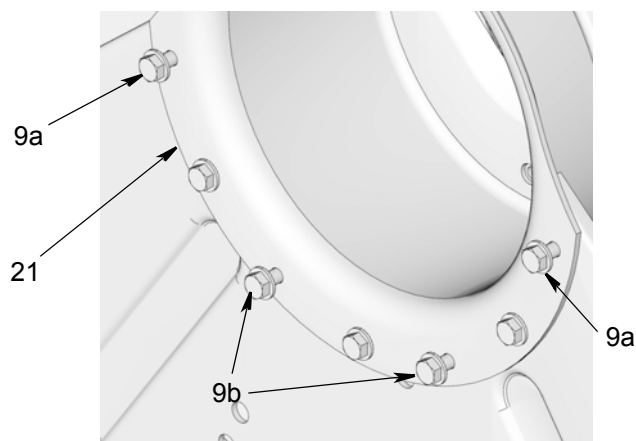

FIG. 6
2. Rimuovere quattro bulloni di montaggio (9a e 9b, Fig. 6) dalla staffa di montaggio del motore (21). Questi fori saranno utilizzati per fissare il modulo del motore (26) alla staffa di montaggio del motore (21).